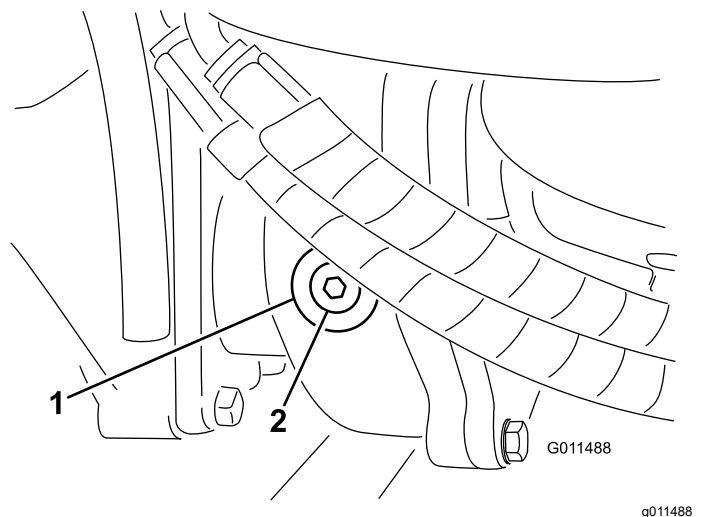

Bild 69
2. Entfernen Sie die Prüf-/Füllschraube an der linken Getriebeseite und stellen sicher, dass das Öl die Unterseite des Lochs erreicht (Bild 69).